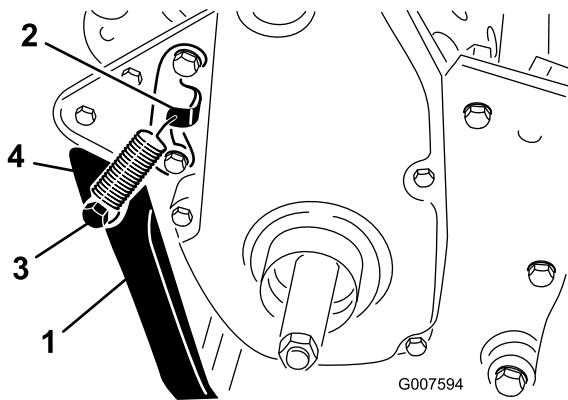

Figure 7
2. Accrochez le ressort au trou de la patte d'accrochage du ressort et au goujon, et alignez les trous de montage de la béquille sur ceux du cadre arrière (Figure 7).